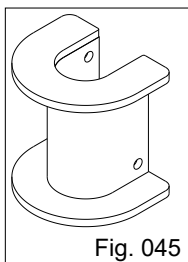

Fig. 045
- Primeiramente levante a plantadora utilizando o comando do cilindro hidráulico, em seguida trave os cilindros das rodas utilizando a trava (Fig. 045), que se encontra fixada ao lado do cilindro hidráulico de cada rodagem;